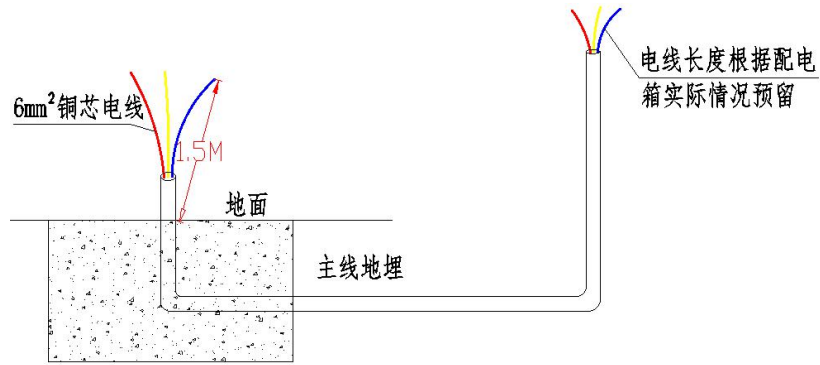

图 5-2 穿线示意图
(2) 准备好水泥沙子石子，混合后在将其埋入开挖好的土坑里，待水泥硬化下一步开始安装设备。
(3) 在预埋线管内穿入一组 6mm^2 铜芯线，设备端从地面穿出预留 1.5 米的电线用来接入设备,线的另一端布线到配电箱预留合适长度。(注:布线时要有三条线,分别为火线、零线、地线)，如图 5-2。